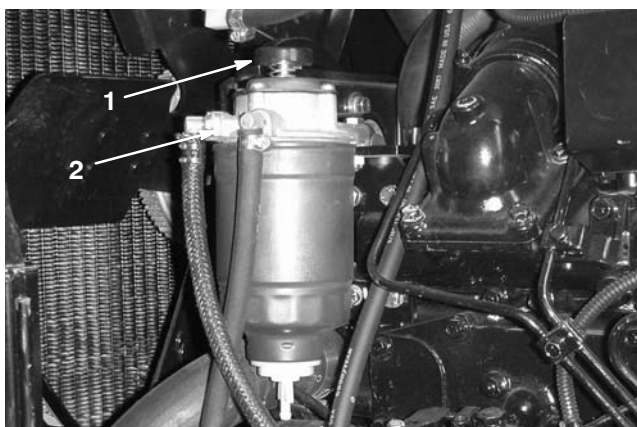

Figure 27
2. Tournez la pompe d'amorçage (Fig. 27) dans le sens anti-horaire jusqu'au relâchement du ressort dans l'ensemble pompe. Actionnez la pompe jusqu'à ce que le carburant s'écoule régulièrement autour du bouchon-filtre, puis serrez le bouchon.
3. Desserrez le bouchon d'aération sur le filtre à carburant/séparateur d'eau d'environ 1 tour et demi (Fig. 27). Actionnez la pompe d'amorçage jusqu'à ce que le carburant s'écoule régulièrement par le trou d'aération (Fig. 27), puis serrez le bouchon d'aération.